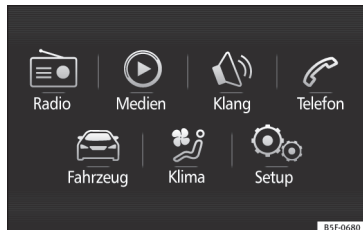

Fig. 40 Easy Connect : hovedmenu
- Tryk på knappen **MENÜ** på systemet og forinden på knappen **CAR** » Fig. 40 eller knappen **CAR** på systemet for at gå til menuen **CAR** » Fig. 41.